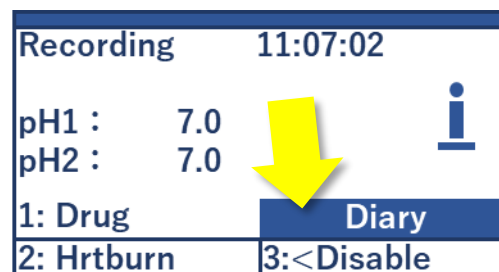

図 42 ダイアリーキーを押した時の表示
- ① 4つ以上の症状やイベントを追跡する必要がある場合、ダイアリーキーを使用できます。
- ② 症状が起こった直後に患者にダイアリーキーを押してもらいます。
- ③ キーを押すと、確認音が鳴り、レコーダーのディスプレイに強調表示されます（図 42）。
- ④ 患者にダイアリーキーを押した直後に患者自身が日誌に情報を入力するように指示します。